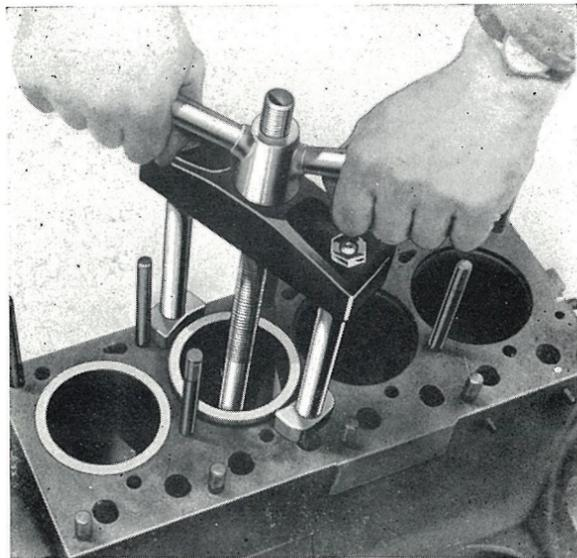

FIG. 21
4. Engager l'outil de service F T I (fig. 21) dans la chemise avec la partie la plus lourde de la bascule vers le haut; sortir la chemise.